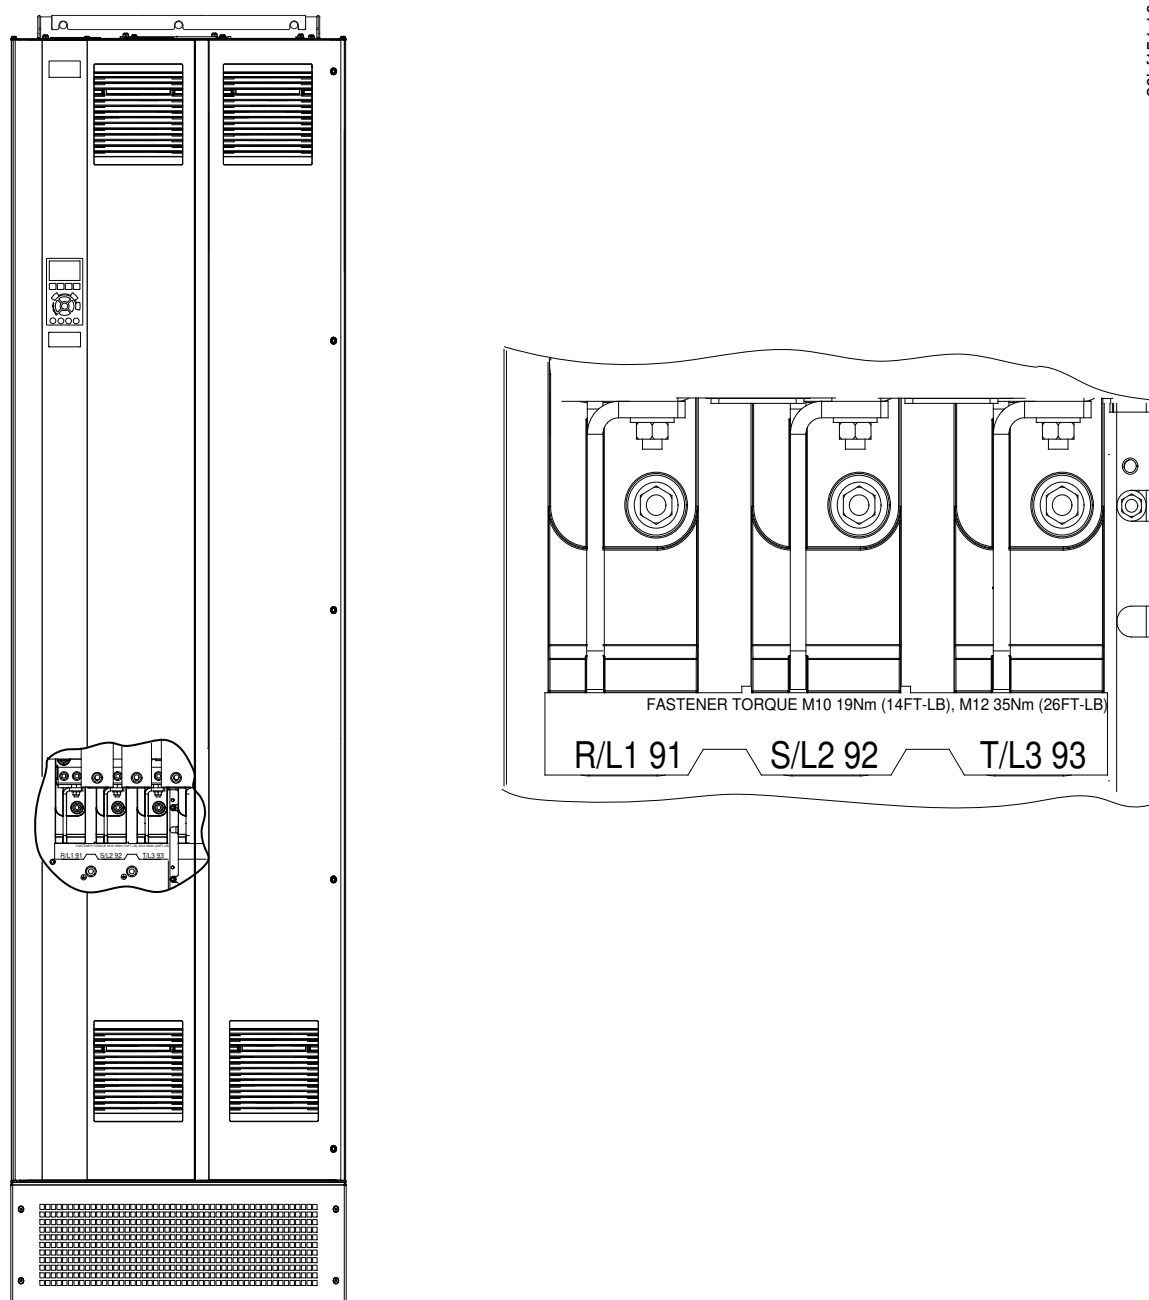

Ilustración 19: Terminales de red de CA (se muestra el alojamiento E1h).
4. Conecte el cableado de potencia de entrada trifásica de CA a los terminales R, S y T. Consulte el apartado Ilustración 19.